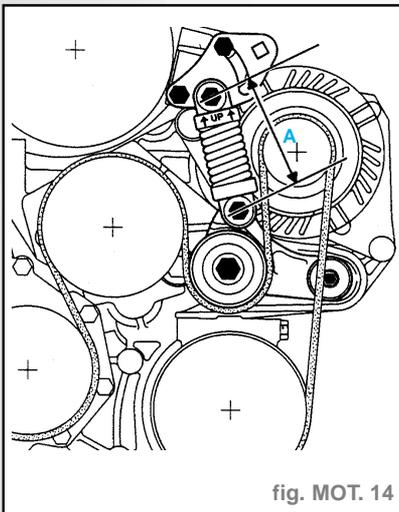

fig. MOT. 14
- **Avant toute dépose de la courroie accessoires, effectuer le contrôle de l'entraxe, du tendeur automatique, à l'aide du **Mot. (A) 1387** (fig. MOT. 14).**